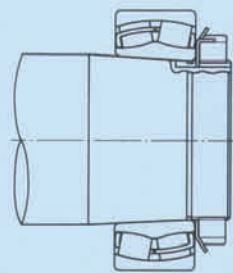
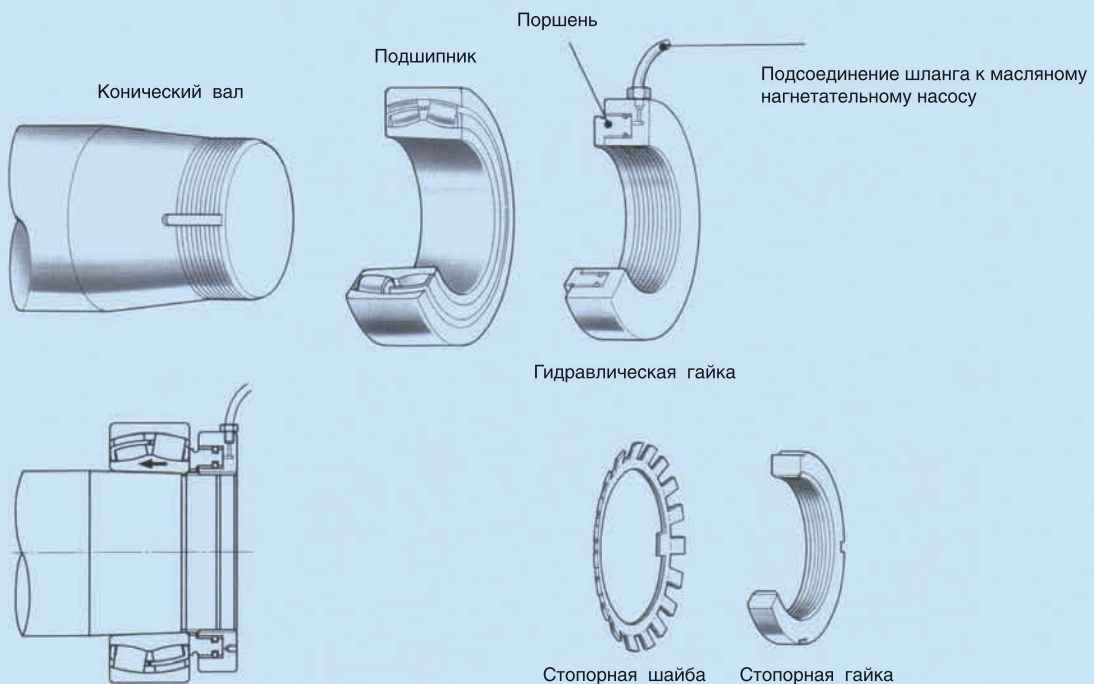

Рис. 6.25 Вид в собранном состоянии
Рис. 6.26 Способ применения гидравлической гайки
- Способ гидравлической гайки (**рис. 6.25** и **рис. 6.26**)